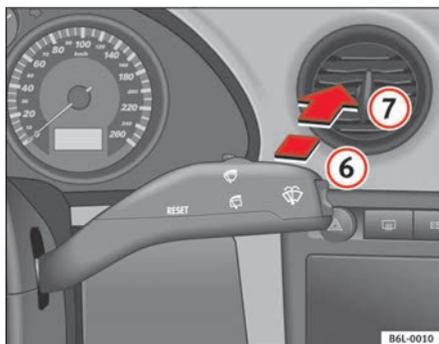

Fig. 68 Levier d'essuie-glace et de lave-glace : essuie-glace de glace arrière
- Poussez le levier vers l'avant jusqu'au cran **6** ⇒ fig. 68. L'essuie-glace fonctionne environ toutes les 6 secondes.
- Poussez le levier entièrement vers l'avant en position **7** ⇒ fig. 68. L'essuie-glace et le lave-glace fonctionnent simultanément. Tant que vous maintenez le levier dans cette position, le lave-glace continuera à fonctionner.